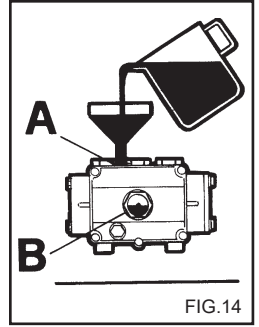

FIG.14
- 4) Закрутите пробку отверстия для слива масла, залейте новое масло через верхнее отверстие (рис. 14а) до уровня, указанного в смотровом окошке (рис. 14B).